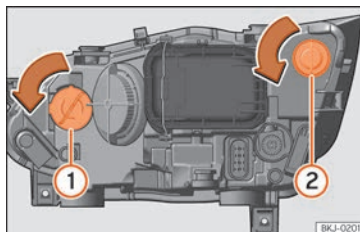

Fig. 56 En el vano motor: lámpara de luz intermitente ① y lámpara de luz DRL (luz de día) ②.
- Gire el portalámparas »» fig. 56 ① o ② hacia la izquierda y tire.